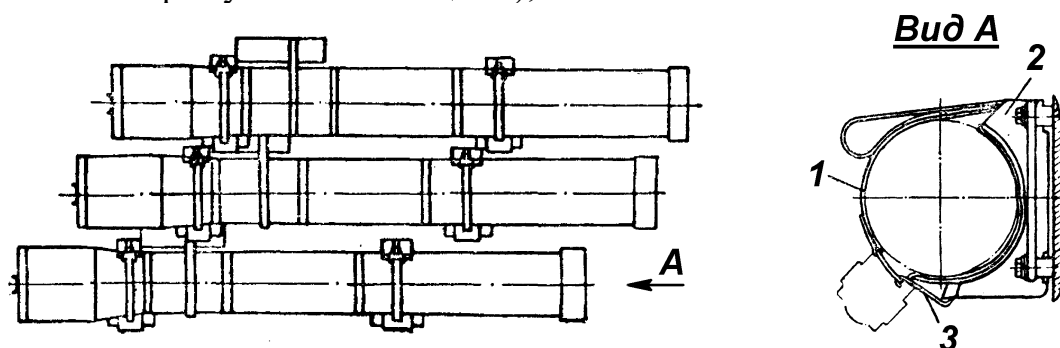
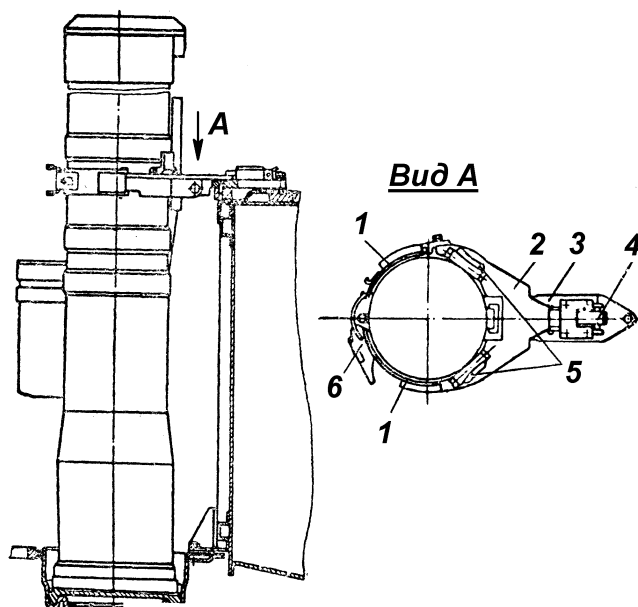

Рис. 19. Розміщення контейнерів 9М113 в укладці на правому борту БМП-2:
Рис. 20. Розміщення контейнеру 9М113 у вертикальній укладці:
- приймає від навідника через свій люк чотири контейнери з протитанковими ракетами 9M113 (9M111М) та закріплює три контейнери на правому борту корпусу машини (рис. 19), а один встановлює вертикально у бойовому відділенні (рис. 20), при цьому останній контейнер укладається так, щоб рукоятка для його перенесення знаходилася в пазу кронштейна²;